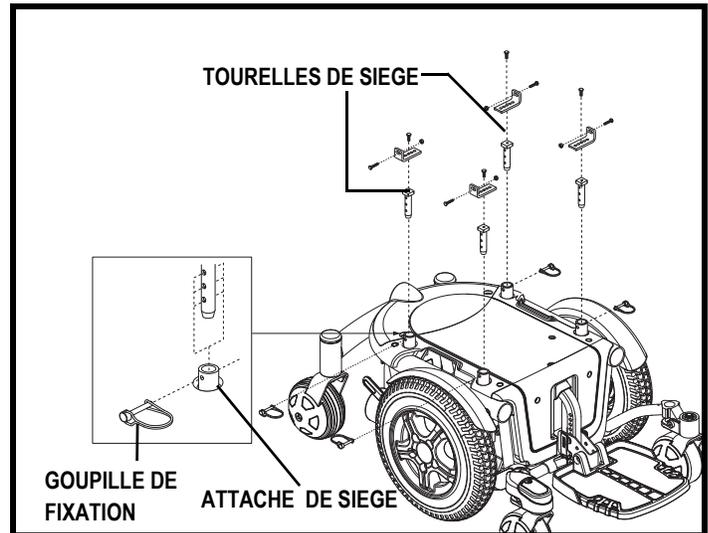

Figure 14. Réglages des tourelles de siège
1. Retirez les goupilles qui retiennent les tourelles à la base motorisée. Voir la figure 14.
3. Alignez les trous de réglage sur chaque tourelle avec ceux sur les points d'attache afin d'insérer les goupilles. Voir la figure 14.